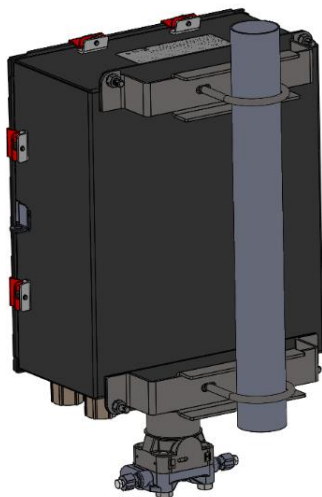

Figura 7. FB2200 (carcaça de alumínio) em montagem em tubo
- O FB2200 é montado em um tubo ou poste de duas polegadas (veja a *Figura 7*) ou pode ser montado em parede ou painel usando os quatro orifícios na caixa e fixações adequadas.